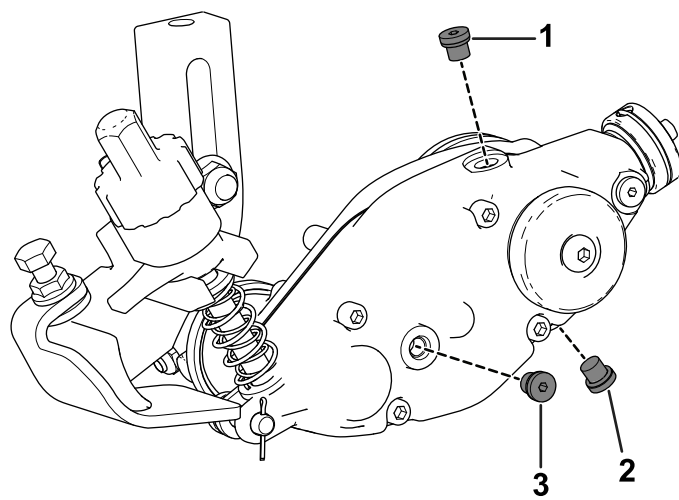

Bild 11
- Entfernen Sie die Füllschraube oben am Groomergehäuse (Bild 11).